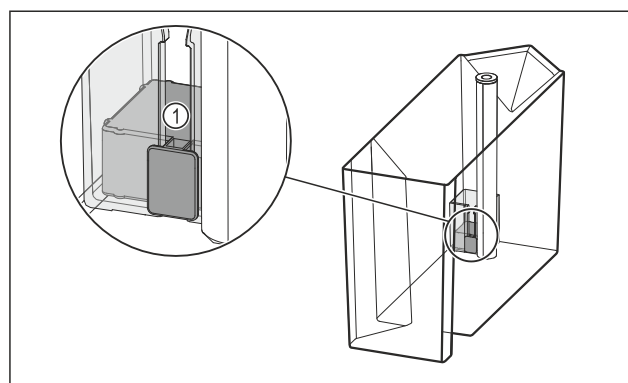

Fig. 98
- ▶ Sprawdzić, czy pływak Fig. 98 (1) nie jest zablokowany.